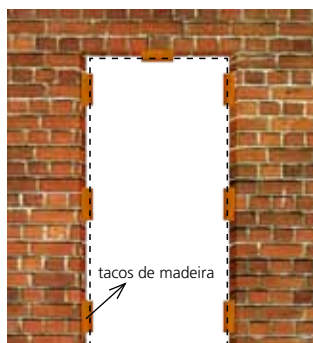

figura 1
4.3 - Monte o batente com parafusos e utilize duas régulas de madeira para que fique no esquadro, observe a figura 1;